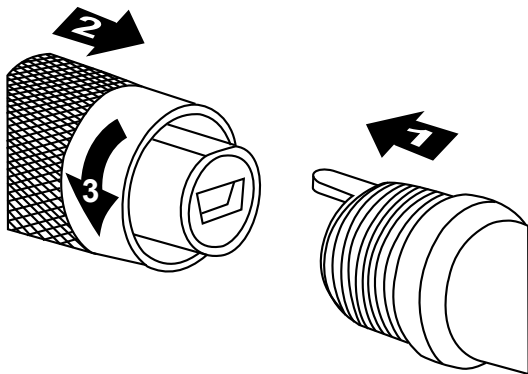

Figura 4
1. Cuidadosamente empurre a chave do cabo da câmera no conector do instrumento conforme [1] na figura 4.
2. Puxe o conector do cabo do instrumento até que ele trave, conforme [2] na figura 4.
3. Gire o conector do cabo no sentido anti-horário até que o conector do instrumento e o cabo da câmera estejam conectados corretamente, conforme [3] na figura 4.